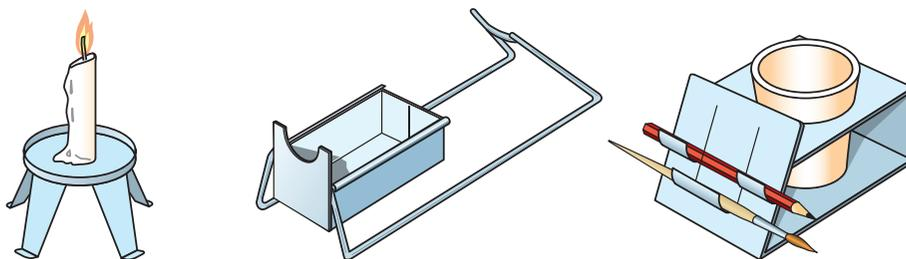

Рис. 215. Изображения изделий
1. Ознакомьтесь с изображениями изделий (рис. 215).